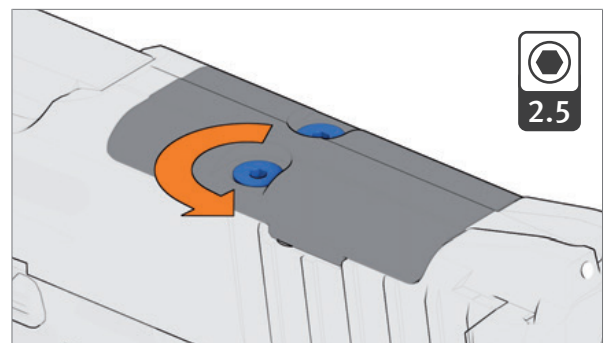

Abb. 31: Schrauben lösen
2. Schrauben lösen und entnehmen (Abb. 31).